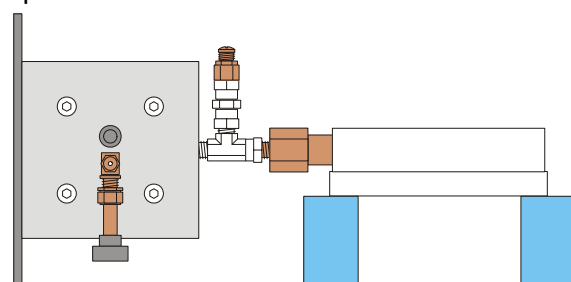

Fig. 6: Immagazzinamento dell'apparecchio per il riempimento dell'olio.
- Posizionare l'apparecchio sulla postazione di lavoro con la scala del manometro rivolta verso il basso, supportando il manometro con una base di appoggio spessa circa 6 cm (ved. Fig. 6).